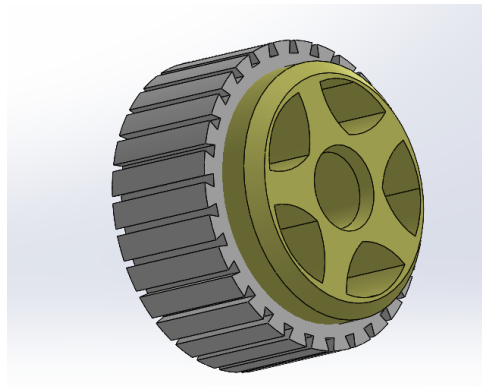

Figure 1 : Petite roue droite
ÉTAPE 1 : Dans la première étape du montage de ce robot, nous prenons la petite roue numérotée 25 et la couverture de prise flexible numérotée 29 et les assemblons ensemble comme dans la figure 1.